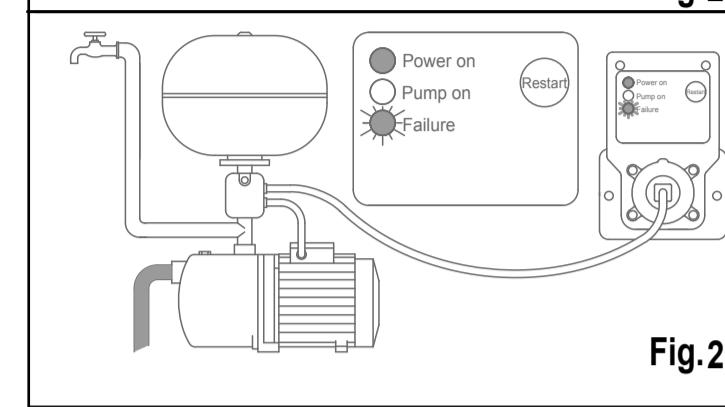

Fig. 1b
- Staccare la spina del cavo di alimentazione della pompa dalla presa di corrente lasciando aperto l'utilizzo e scaricare completamente l'impianto (Fig. 1b).
- Disconnect the power supply plug of the pump from the power point leaving the tap open and completely empty the system (Figure 1b).
- Débrancher la fiche du câble d'alimentation de la pompe de la prise de courant en laissant l'utilisation ouverte et vidanger complètement l'installation (Fig. 1b).
- Den Stecker des Netzkabels der Pumpe herausziehen und die Anwendung offen lassen; die Anlage vollständig entleeren (Abb. 1b).